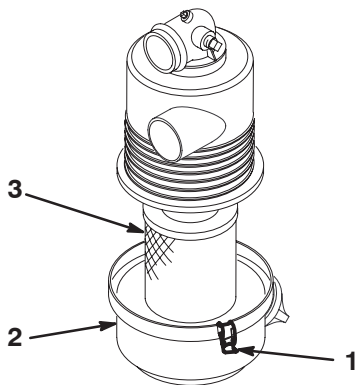

Bild 29
3. Lösen Sie die Laschen, mit denen die Abdeckung am Luftfilterkörper befestigt ist. Trennen Sie die Abdeckung vom Körper ab. Reinigen Sie die Innenseite der Luftfilterabdeckung (Bild 29).
4. Schieben Sie den Filter vorsichtig aus dem Körper heraus, um das Losrütteln von Staub zu minimieren (Bild 29). Vermeiden Sie ein Anstoßen des Filters am Filterkörper.